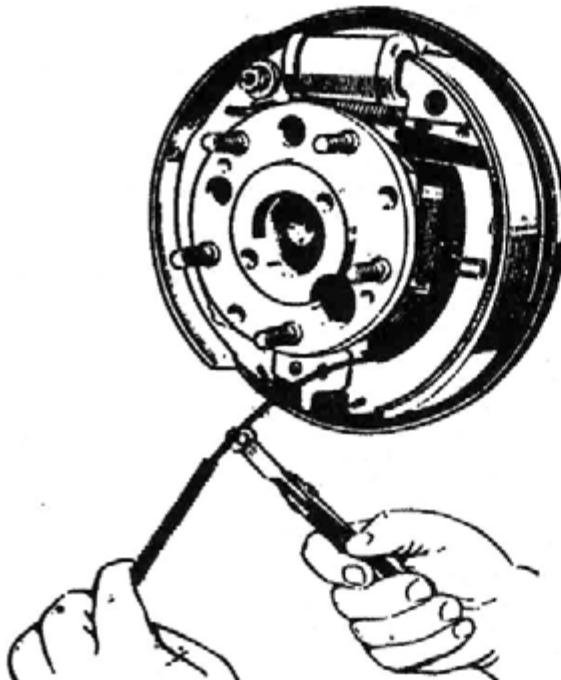

Рис. 255. Снятие заднего троса стояночной тормозной системы
- Снимите разрезную шайбу и выньте наконечник троса из загнутой части разжимного рычага (рис. 255).